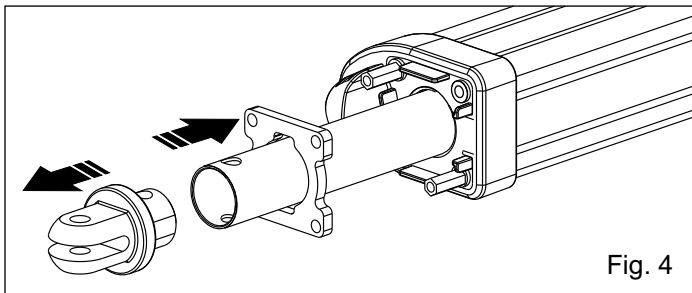

Fig. 4
4. Estrarre la forcetta anteriore ed inserire la piastra forata nello stelo come in Fig. 4.